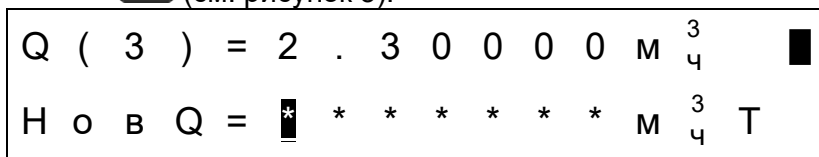

Рисунок 3 — Режим редактирования поверочных точек
- переход в режим редактирования поверочных точек (главное меню → действие «1.Поверка» → выбор соответствующего прибора → режим «Поверка преобр») при последовательном нажатии кнопок  +  (см. рисунок 3).